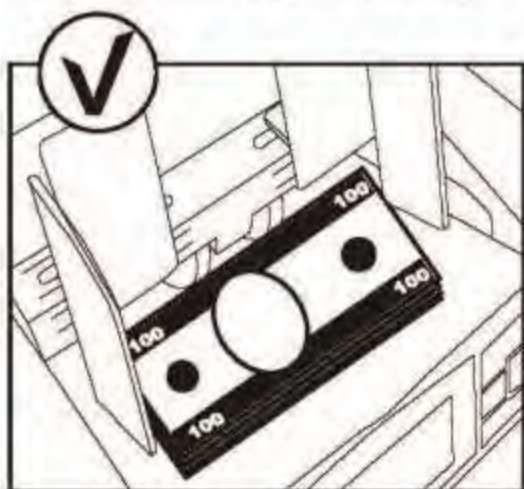

Рис.2
- После небольшой паузы на дисплее отобразится сообщение (Рисунок 2). После этого можно приступать к работе с аппаратом.